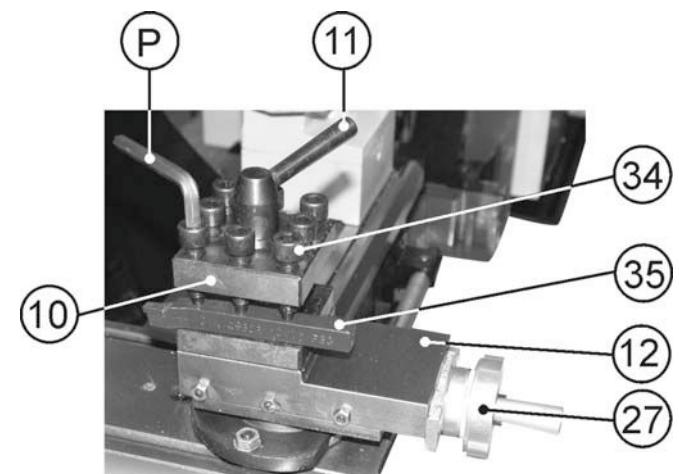
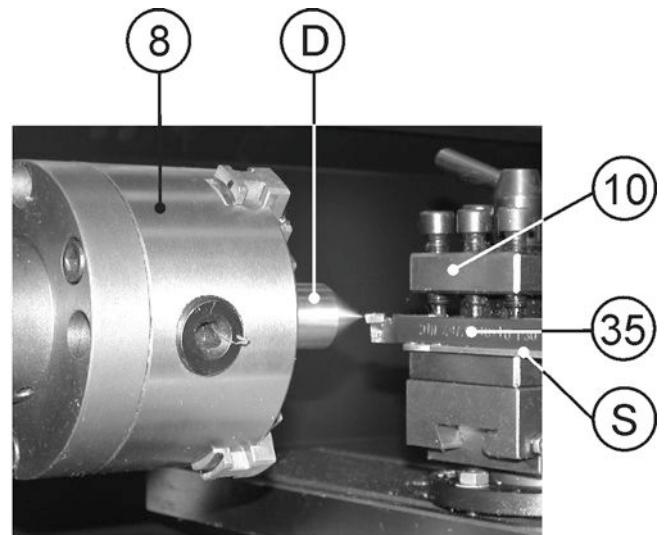
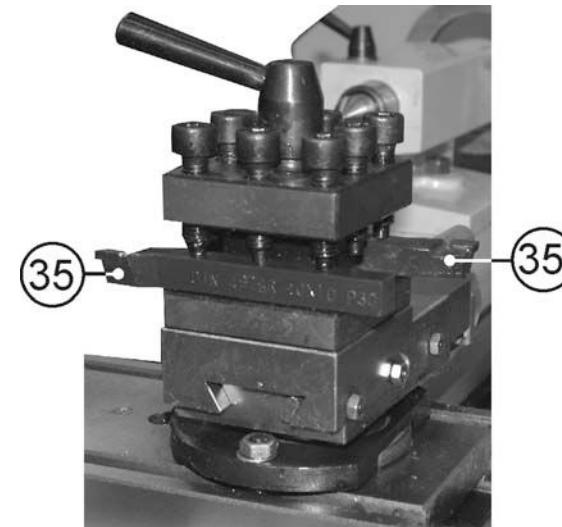

Рис.11
Рис.12
Рис.13
10.1.8. Используя шестигранный ключ (P), Рис.16, выкрутите 3 болта (34). Установите необходимый для предполагаемой операции резец (35) в резцедержатель (10). Равномерно с достаточным усилием закрутите три болта (34), Рис.11. Убедитесь, что режущая часть головки резца (35) находится по центру диаметра заготовки. Положение резца (35) проверьте по центру (D), зажатом в трёхкулаковом самоцентрирующимся патроне (8). Вылет головки резца должен быть примерно 10 мм, но не превышать 15 мм (не должен превышать полуторы высоты державки резца). По необходимости, при установке резца (10) используйте подкладки разной толщины (S). Допускается использовать только одну подкладку, Рис.12.
10.1.9. Для ускорения и удобства работы можно установить в резцедержателе (10) параллельно, но направленные в противоположные стороны головками, два резца (35), Рис.13, при условии, что оба резца (35) в резцедержателе (10) закрепляются тремя болтами (34), Рис.11.
10.1.10. Поверните ручку фиксации резцедержателя (11) против часовой стрелки, поворачивая резцедержатель (10), выберите необходимый для данной операции резец (35) или угол установки резца (35), зафиксируйте положение резцедержателя (10), повернув ручку фиксации резцедержателя (11) в обратном направлении с определённым усилием, Рис.11.